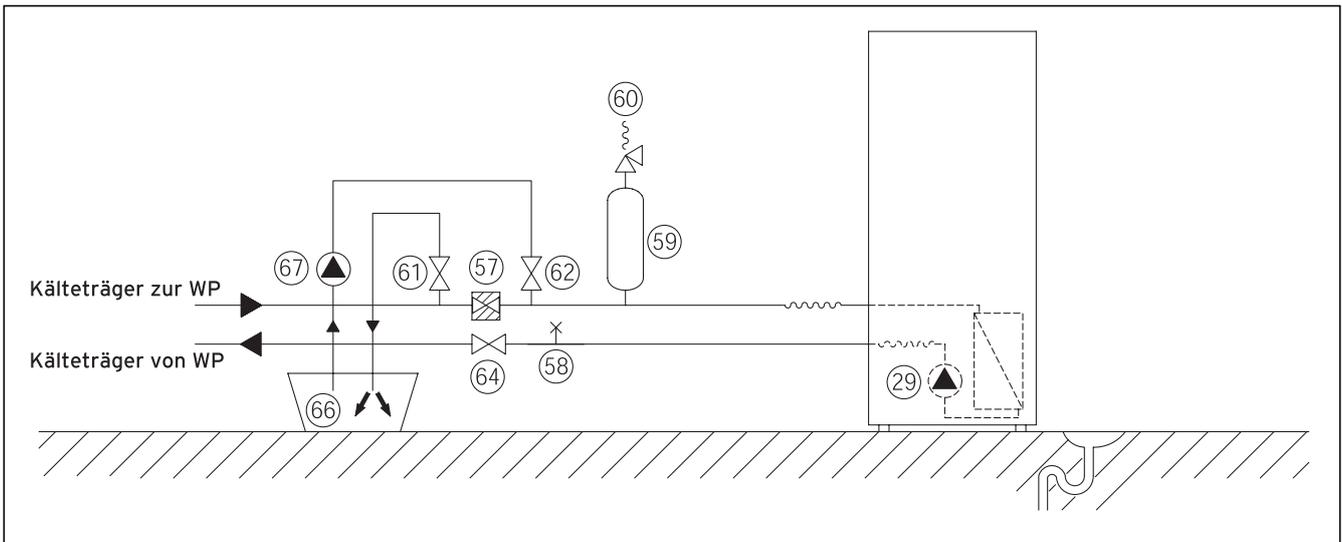

Abb. 9.1 Kälte­trä­ger­kreis­lauf
- Füllen Sie daraufhin die Kälteträgermischung aus dem Behälter (**66**) in das Kälteträgersystem. Hierfür wird eine Befüllpumpe (**67**) benötigt, die den Kollektorkreis beim Füllen gleichzeitig entlüftet. Vaillant empfiehlt die Vaillant Befüllpumpe (Art.-Nr. 307 093). Die Druckleitung der Pumpe wird an das Absperrventil (**62**) angeschlossen (siehe Abbildung 9.1).